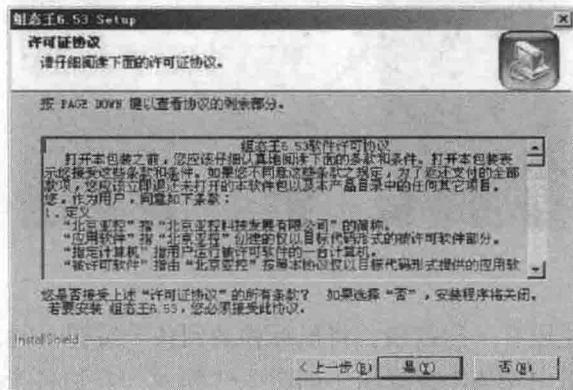

图 2-3 软件许可证协议
(4) 安装请单击“下一步”按钮，弹出“许可证协议”对话框，如图 2-3 所示。该对话框的内容为“北京亚控科技发展有限公司”与“组态王”软件用户之间的法律约定，请用户认真阅读。如果用户同意“协议”中的条款，单击“是”按钮继续安装；如果不同意，单击“否”按钮退出安装。单击“上一步”按钮，返回上一个对话框。